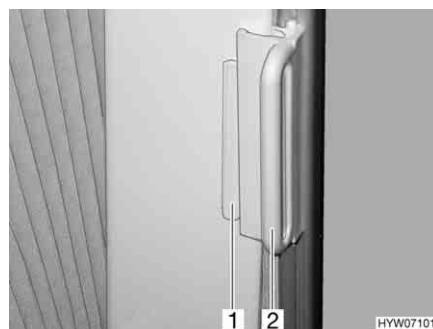

Fig. 85 Dispositif occultant plissé, fenêtres de la cabine de conduite
- Saisir les dispositifs occultants plissés par la poignée (Fig. 85,2) et tirer avec précaution jusqu'à ce que le blocage magnétique les maintienne fermés.
- Pousser la poignée (Fig. 85,2) sur la pièce de fixation (Fig. 85,1). Le dispositif occultant plissé est bloqué.